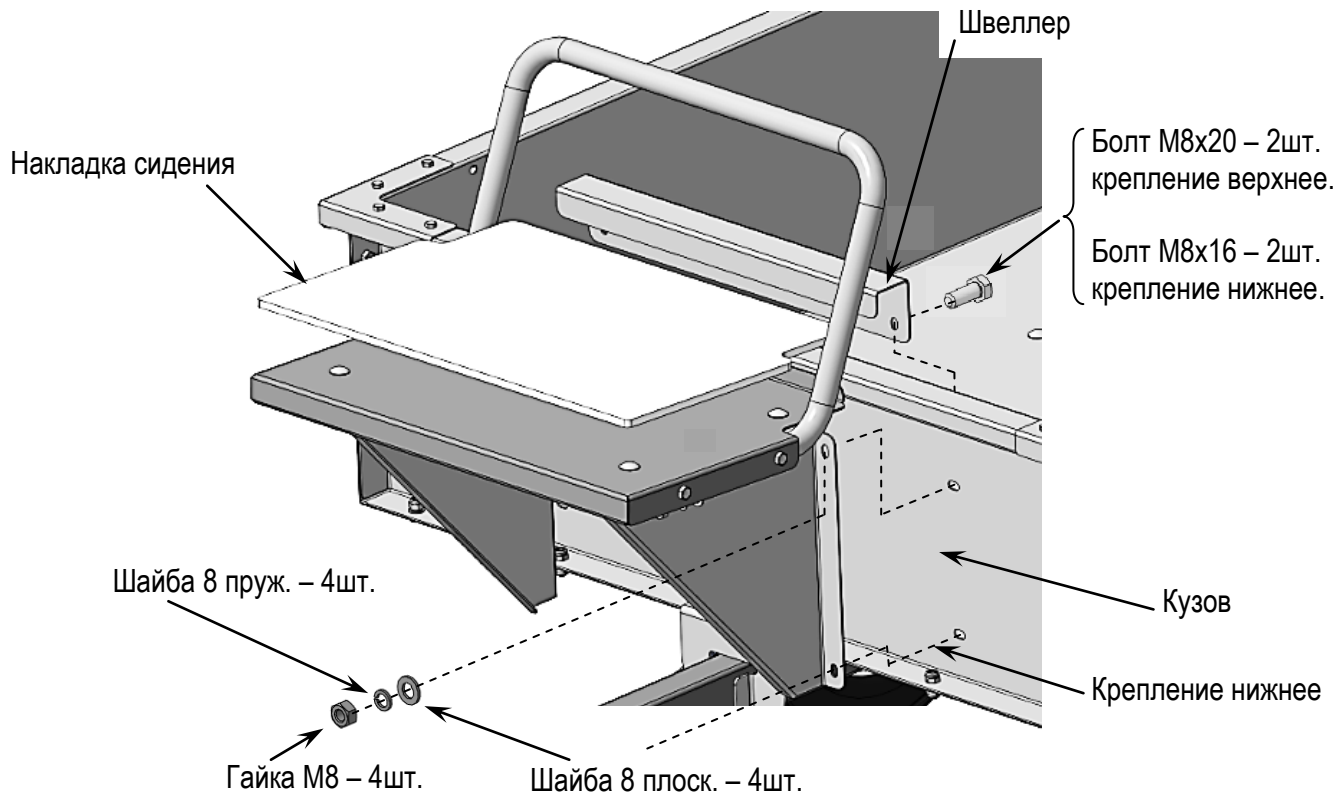

Рис.12 Схема сборки сидения с кузовом.
8. Закрепить сидение на кузове – Рис.12.